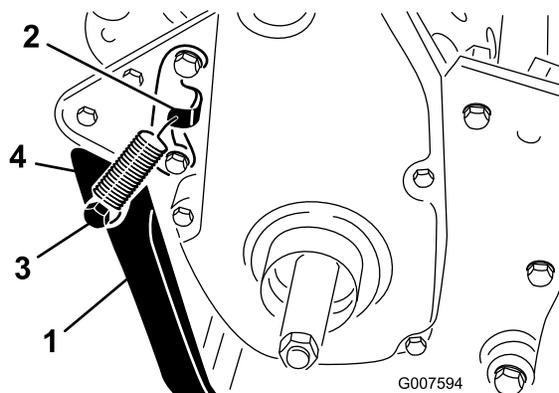

Figure 5
- Accrochez le ressort au trou de la patte d'accrochage du ressort et sur le dispositif de retenue, et alignez les trous de montage de la béquille sur ceux du bâti arrière (Figure 5).
- Montez la béquille de chaque côté du bâti à l'aide d'un boulon, d'une rondelle-frein, d'une entretoise, d'une rondelle plate et d'un contre-écrou (Figure 5).